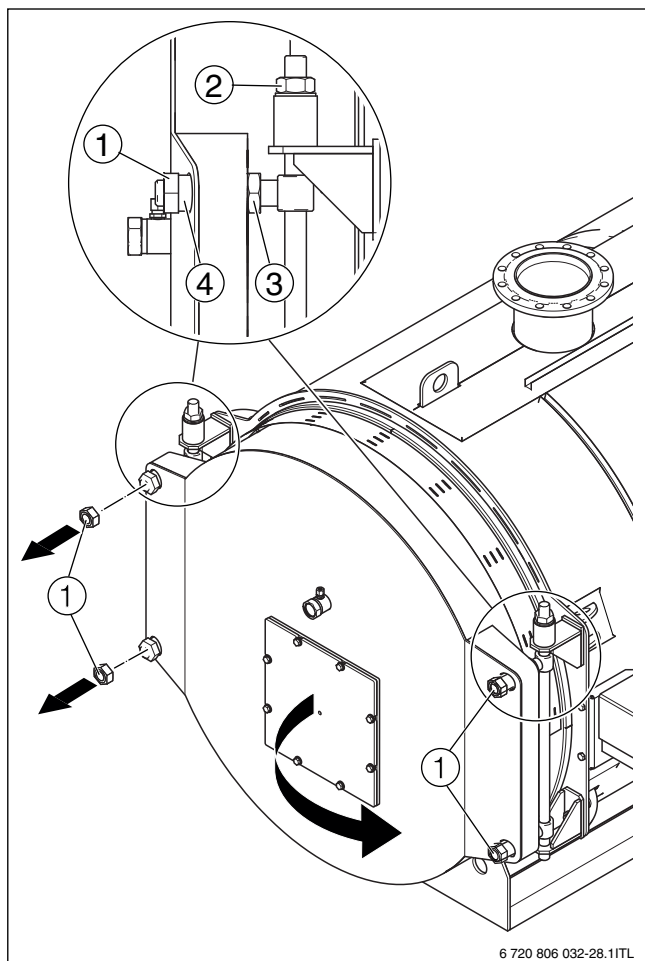

Рис. 17 Открытие двери горелки
Пояснения к рис. 17:
- ▶ Заверните гайки (→ рис. 17, [1]) на осях шарниров [4], и притяните дверь до уплотнительных поверхностей.